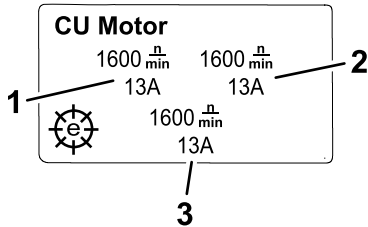

Figura 20
- **Pantalla de información de los motores de las UC** (Figura 20): muestra la velocidad y la corriente del motor de cada unidad de corte.